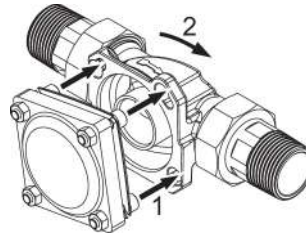
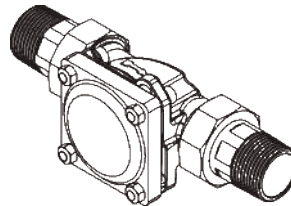

Fig. 4 : Mettre en place et enclencher l'appareil
Fig. 5 : Connexion de l'appareil enclenché
1. Emboîter les têtes des quatre vis de bride à travers les alésages à baïonnette de la bride rotative de montage (voir Figure 4).
2. Tourner à fond l'appareil en sens horaire (voir Figure 4 et Figure 5).